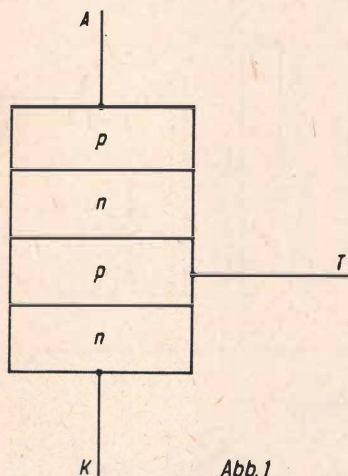

Abb. 1
100 mA sowie mit Sperrspannungen unter 100 V aus. Eine Diode in der Leistungselektronik muß dagegen Flußströme von mehreren 100 A und Sperrspannungen über 1000 V ertragen können (Abb. 1 und 2).
2 Kennlinie des Thyristors. Ohne Steuerimpuls würde der mittlere pn-Übergang (Abb. 1) erst bei  $U_{(BR)F}$  leitend werden (Spannungsdurchbruch).
Den Aufbau eines Thyristors wollen wir etwas näher betrachten. Er besteht aus einem Einkristall, in dem drei pn-Übergänge erzeugt worden sind, die eine Schichtfolge npnp (bzw. pnpn) ergeben (siehe auch „Jugend und Technik“, Heft 1/1974, S. 37/38 und Heft 2/1974, S. 187/188). Die beiden äußeren Schichten besitzen Kontakte und bilden die Anode (A) und Kathode (K). Zusätzlich hat auch die der Kathode benachbarte Zone einen Kontakt. Dieser Anschluß wird als Tor (T) bezeichnet, er ist der Steueranschluß (Abb. 1). Zur Wirkungsweise: Wird eine Spannung mit der normalen Polung (plus an Anode, minus an Kathode) angelegt, ist der mittlere pn-Übergang gesperrt und es fließt nur ein geringer Strom. Geben wir jedoch zusätzlich einen Impuls an die Steuerelektrode, wird der mittlere Übergang leitend. Trägerinjektion heißt dieser Vorgang in der Halbleitertechnik. Die negativen Ladungsträger der unteren Zone diffundieren durch das p-Gebiet und dringen in das benachbarte n-Gebiet ein. Die Spannung